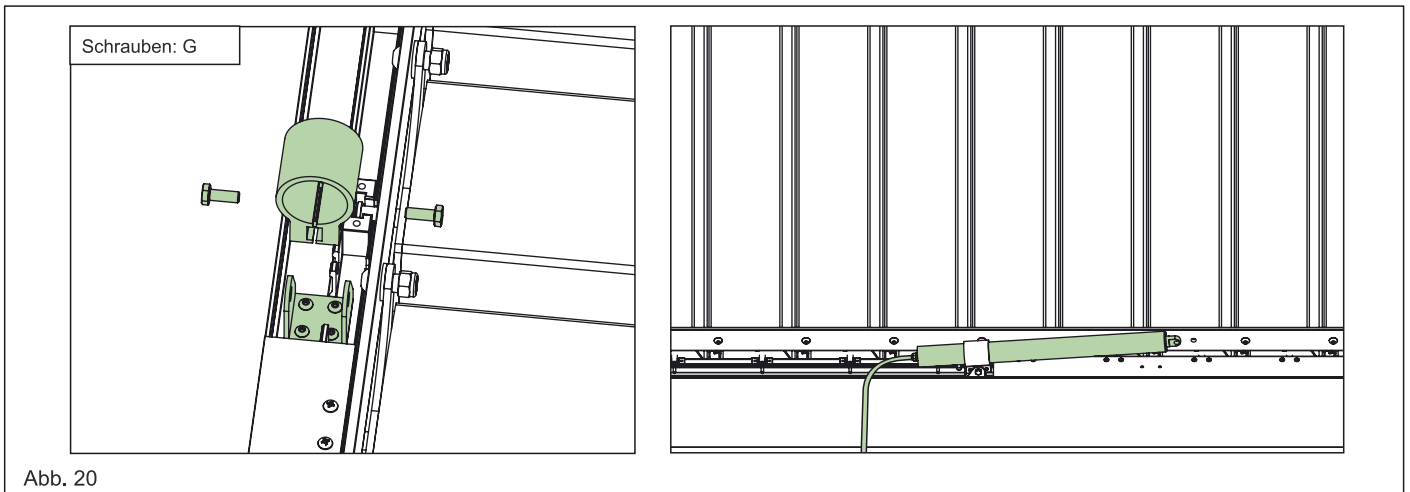

Abb. 20
11.1. Befestigen Sie diese mit zwei (G) M6x40 Sechskantschraube am Motorhalterungsarm. Ziehen Sie diese nicht zu, da der Motor noch in der Halterung justiert werden muss. Siehe Abb. 20